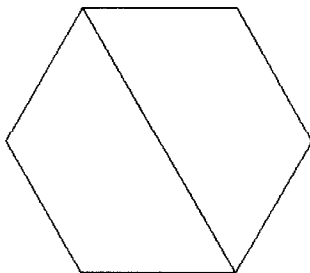

图 1-11 绘制辅助线
(2) 在命令输入行输入 **l** 后按 **【Enter】** 键, 或者执行 **【绘图】→【直线】** 命令, 或在 **【绘图】** 工具栏中单击 “直线”按钮, 绘制辅助线如图 1-11 所示。